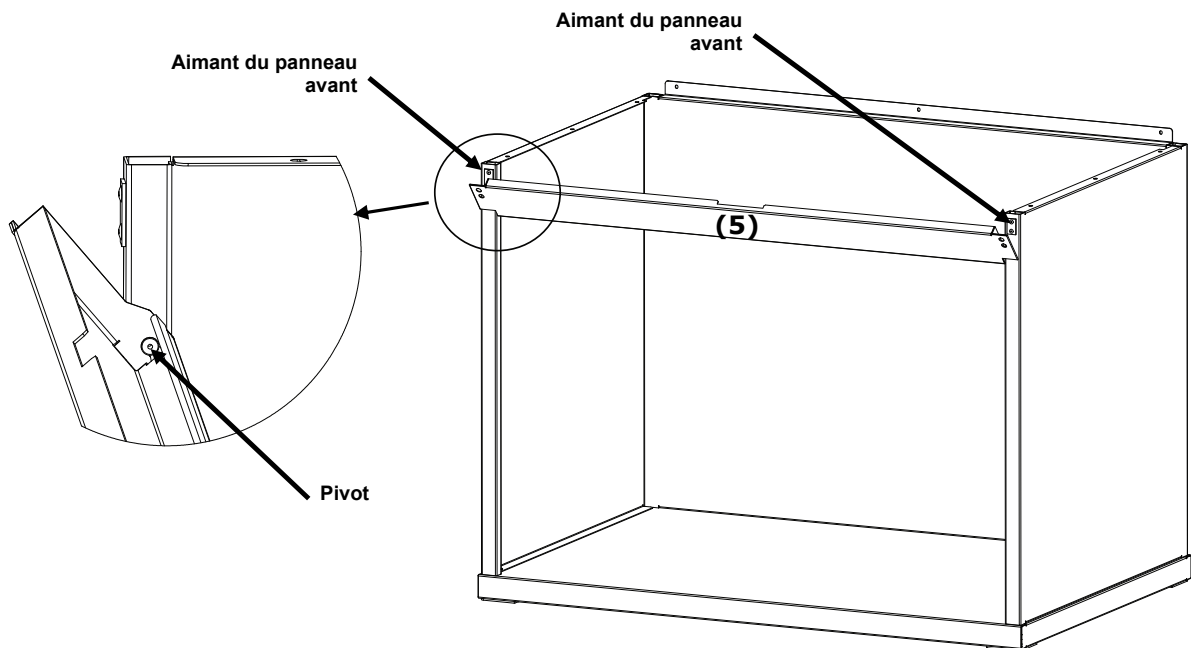

Figure 5. Montage du panneau avant
7. Faites glisser les encoches des pivots du panneau avant (5) sur les pivots situés sur chacun des deux panneaux latéraux.
8. Faites pivoter le panneau avant vers le haut en direction de l'unité jusqu'à ce que les aimants entrent en contact avec le panneau avant. Voir Figure 5.